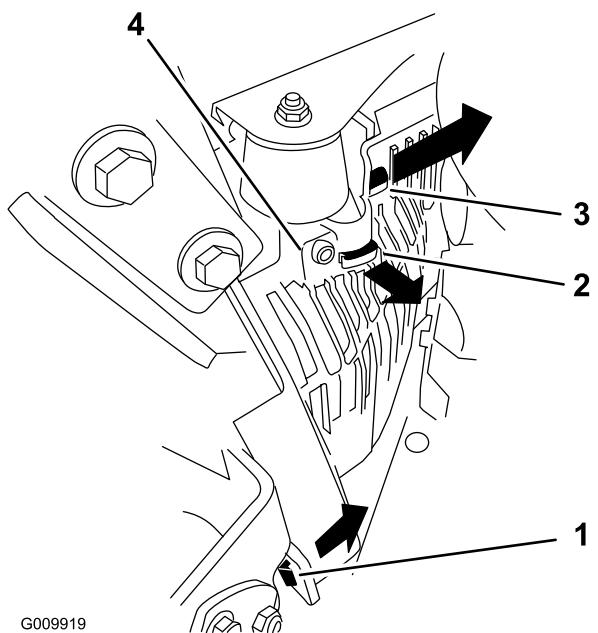

Figura 55
3. Retire la cubierta de la unidad hidráulica izquierda en el orden indicado en Figura 55. Así tendrá acceso a la bujía delantera.
- Instale la cubierta de la unidad hidráulica izquierda (Figura 55).